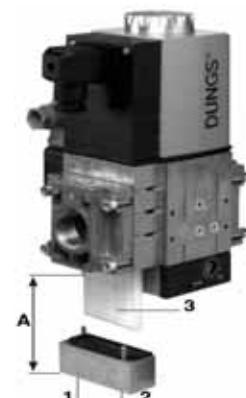

Рис.47
- Демонтируйте, проверьте и очистите головку горания (см. Рис. 47).